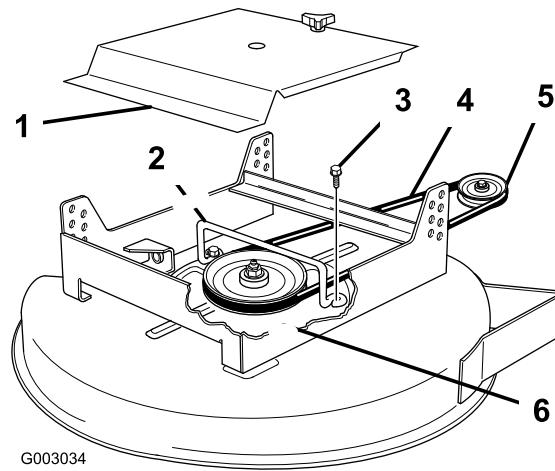

Figure 42
- Enlevez les deux boulons à embase qui fixent le guide de courroie en haut du tablier de coupe, et enlevez le guide de courroie (Figure 42).
6. Installez la courroie de transmission neuve autour de la poulie d'entraînement sur le groupe de déplacement et de la poulie d'axe (Figure 42).
7. Montez le guide de courroie sur le tablier de coupe avec les deux boulons à embase. Les boucles formées doivent être face à l'arrière de la tondeuse (Figure 42).
10. Montez le couvercle sur le tablier de coupe, puis serrez le bouton (Figure 42).